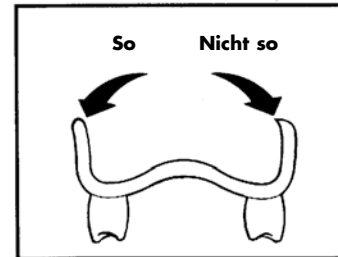

Abbildung 1 – Abtragen/Konturieren der äußeren Ränder
1. Tragen Sie den äußeren Rand der Prothesen um 1 mm ab, und bringen Sie diesen wie in Abbildung 1 gezeigt in Form. Zur Randerweiterung können nötigenfalls TRIAD VLC-Materialien verwendet werden.